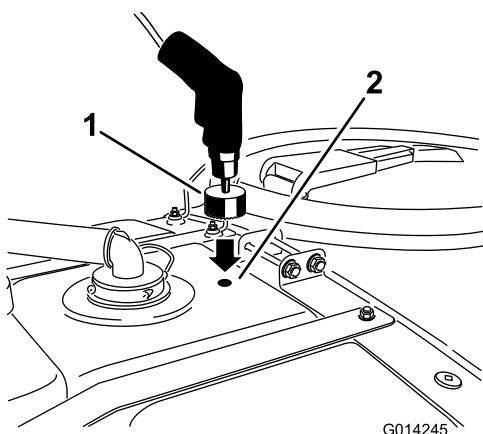

图12
4. 使用 1-3/4 英寸（4.5 厘米）孔锯在钻孔标记（图12）处钻孔。